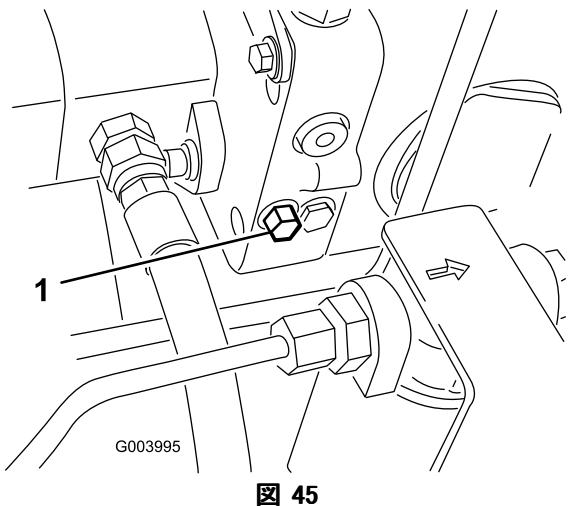

図 45
1. バイパスバルブはハイドロスタットの左側にある（図 45）。バイパスバルブを右または左1~1.5回転させると内部でバイパスが形成される。これにより、トランスミッションを破損することなく、機械を押して低速で移動できるようになる。